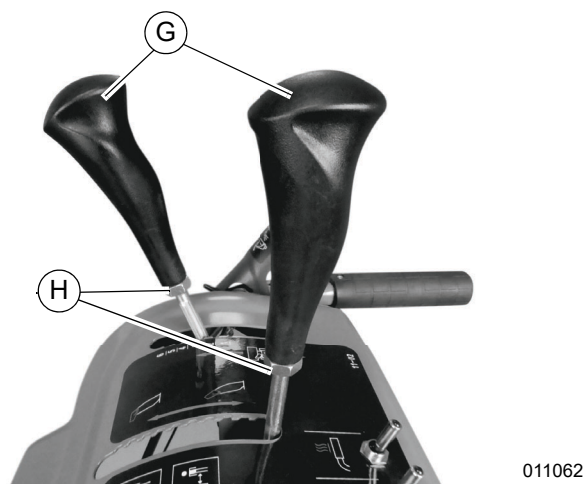

Figure 2-16. Pose des poignées de leviers
17. Desserrer le contre-écrou supérieur (E), enfiler la partie filetée du câble de déflecteur dans le support (F) et serrer les deux contre-écrous contre le support à l'aide de deux clés de 13 mm.
18. Voir **Figure 2-16**. Visser les poignées (G) sur les leviers de vitesse et de déflecteur et serrer les contre-écrous (H) à l'aide d'une clé de 17 mm.